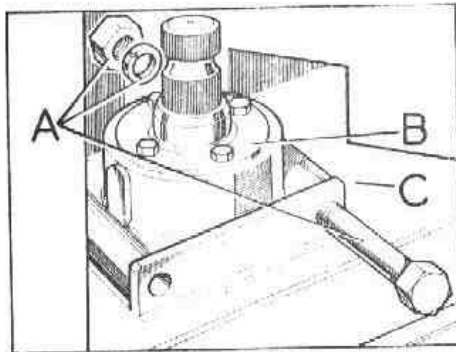

Fig. G-47 Pernos de fijación de la parte superior de la caja compensadora
- 1.3. Extraer los pernos, A (Fig. G-47) de fijación de la caja compensadora, B, a la parte superior del bastidor, C.
- 2.2. Situar la caja compensadora en su alojamiento del bastidor y fijarla con los pernos, A (Fig. G-47) de la parte superior de la caja compensadora.